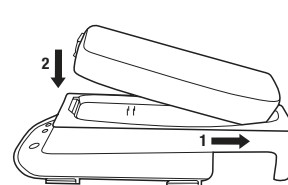

Fig. 1
- Insira o conjunto da bateria no berço de carga TR-340 deslizando primeiro a extremidade traseira da bateria para dentro. Empurre para baixo para clicar no lugar a extremidade frontal (Fig. 1).